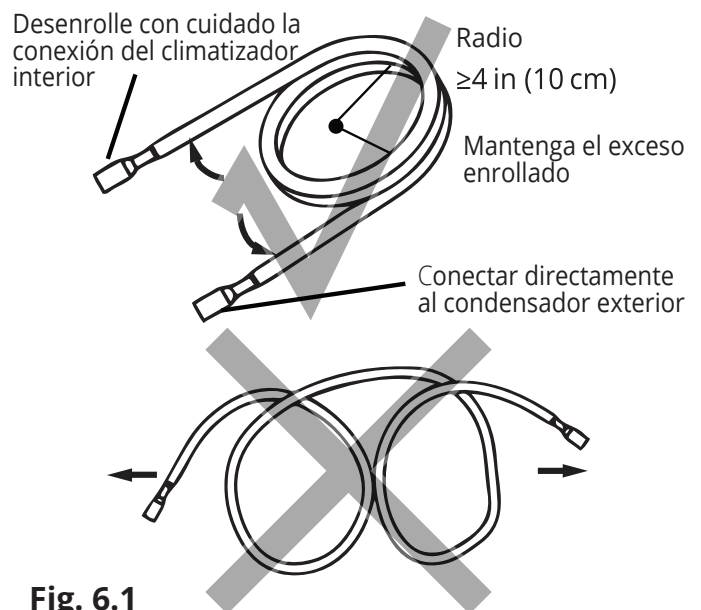

Fig. 6.1
1. Use las manos para desenrollar lentamente la tubería de cobre de un extremo de las líneas Quick Connect®. El extremo que desenrolle se conectará a la tubería de la unidad interior. Debe desenrollar el extremo hasta que los conectores estén casi planos sobre el suelo (con poca o ninguna curvatura). Si no se hace esto, podría dificultar la manipulación de las líneas al enfilear los conectores con la tubería del climatizador. Solo desenrolle lo necesario para su uso y deje enrollado cualquier sobrante (Consulte la Fig. 6.1).
Al doblar la tubería del refrigerante, debe tener un radio de curvatura mínimo de 4 pulgadas (consulte la Fig. 6.1).